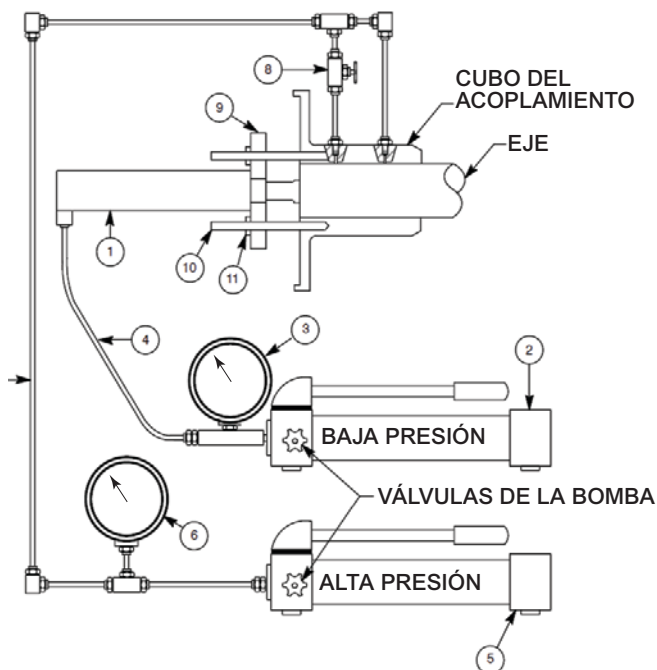

Figura 7 – EQUIPO BÁSICO PARA EXTRAER CUBOS TIPO 6
- Monte un extractor hidráulico de cubo (vea la Figura 7) en el extremo del cubo con una varilla de presión contra el extremo del eje. Consulte la Tabla 3 para el patrón de montaje del barreno del perno del extractor del cubo. El extractor debe tener un recorrido axial igual o mayor a la longitud del barreno del cubo al eje. Asegúrese de proporcionar el soporte adecuado para el cubo y el ensamble del extractor usando eslingas de cable metálico.
- Monte los accesorios de expansión hidráulica al cubo y a la bomba hidráulica de alta presión. Presurice la interfaz del cubo al eje hasta que el aceite emane de entre el barreno y el eje o a la presión de remoción indicada en la Tabla 4. Aplique una fuerza de remoción axial al mismo tiempo que presuriza el cubo. Cierre la presión (elemento 8 de la Figura 7) antes de exponer la ranura más allá del extremo del eje.